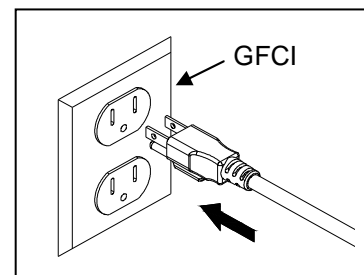

Fig. 16
12. Vuelva a montar todos los componentes (Nota: no olvide conectar los cables de baja tension de alimentación) cologue la unidad en el agua y conectarse a una fuente de alimentación adecuada. Fig. 16